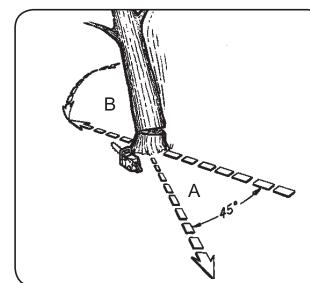

Abb. 10A
ACHTUNG: Merken Sie sich im Voraus den Rückzugspfad (A) und legen Sie ihn frei von möglichen Hindernissen, bevor Sie mit dem Schneiden beginnen. Der Rückzugspfad ist in Richtung, umgekehrt der erwarteten Fallrichtung des Baumes wie auf der (Abb. 10A) dargestellt ist.
ACHTUNG: Während des Fallschnitts, bei der Annäherung der Säge zum Ankerpunkt, beginnt der Baum zu fallen. Sobald der Baum zu fallen beginnt, ziehen Sie die Säge aus dem Schnitt heraus, stoppen Sie den Motor, legen Sie die Säge ab und verlassen Sie den Bereich über den Rückzugspfad (Abb. 10A).